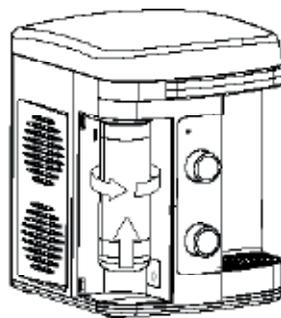

Fig. 13
- Substituir por um novo Refil "Girou, Trocou" no produto, encaixá-lo para cima e girar para a direita para conectar no produto.(Fig. 13).